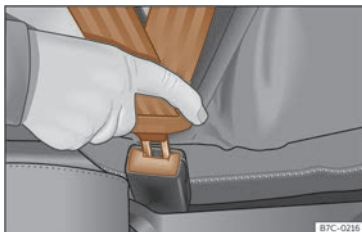

Fig. 9 Inserir la llengüeta del cinturó de seguretat en el seu tancament.
- Encasteu la llengüeta en el tancament del seient corresponent»»» **fig. 9.**